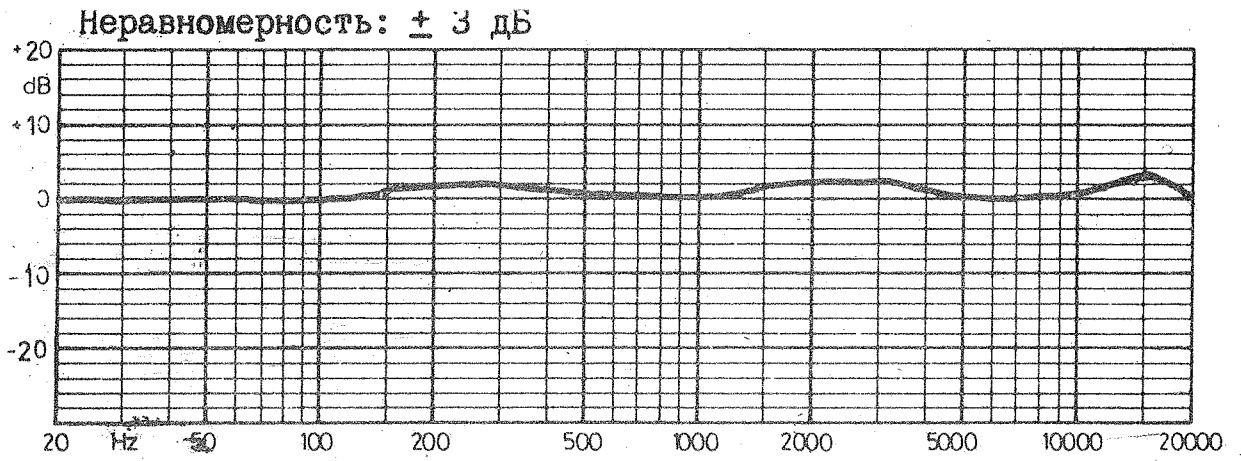

Рис. 1
7. Номинальная амплитудно-частотная характеристика . . . . . согласно рис. 1